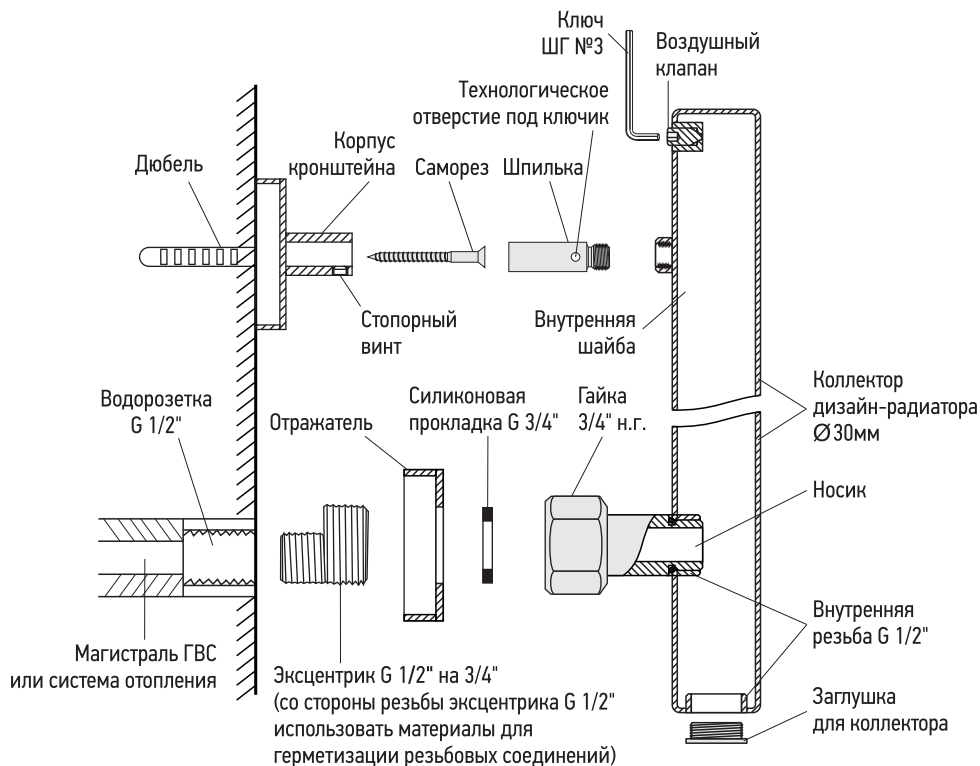

Рис. 2
3.3. Комплектация. Полотенцесушитель комплектуется согласно схеме монтажа (рис. 2):
4.5. Сборку и установку изделия производить согласно схеме (рис. 2, 3).
4.5.3. Осуществить примерочный монтаж изделия с целью разметки мест под крепления корпуса кронштейна. Для этого накрутить накидные гайки носиков на эксцентрики, состыковать шпильки кронштейна со стеной и произвести разметку (рис. 2).
4.5.4. Демонтировать изделие и закрепить корпус кронштейнов на стене с помощью саморезов и дюбелей (идут в комплекте) (рис. 2).